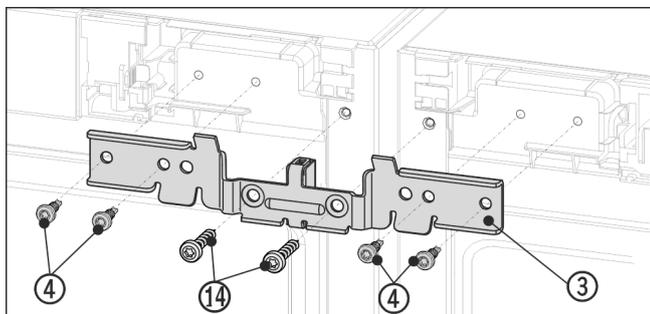

Fig. 12 Representación a modo de ejemplo
- ▶ Deslice la escuadra Fig. 12 (3) junto con la pieza distanciadora entre los aparatos e insértela en las espigas. Fije la escuadra atornillando alternativamente a la derecha y a la izquierda los cuatro tornillos Fig. 12 (4) y los tornillos de conexión a tierra Fig. 12 (14) previamente desenroscados.